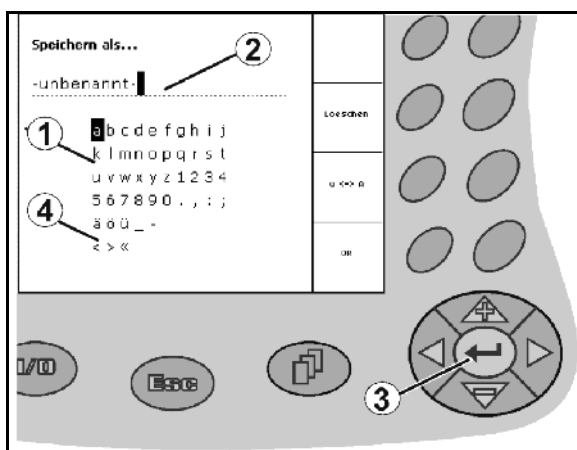

Fig. 15
Se è necessario immettere testi o cifre in **GPS-Switch**, compare il menu d'immissione (Fig. 15).
Nella parte inferiore del display compare un campo di selezione con lettere, cifre e frecce (Fig. 15/1), che compone la riga di immissione (Fig. 15/2) (testo o cifre).
-  Applicazione della selezione (Fig. 15/3).
Le frecce <, > nel campo di selezione (Fig. 15/4) consentono di spostarsi all'interno della riga di testo.
La freccia << nel campo di selezione (Fig. 15/4) cancella l'ultimo inserimento.